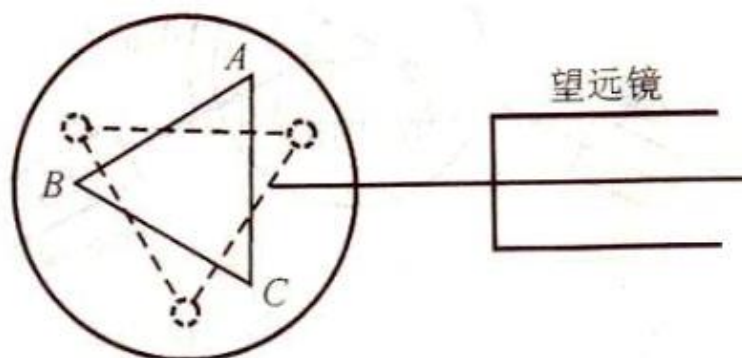

图9 三棱镜在载物台上放置方法
(1)调载物台的上下台面大致平行，将棱镜放到载物台上，使棱镜三边与台下三螺钉的连线所成三边互相垂直，见图 9。